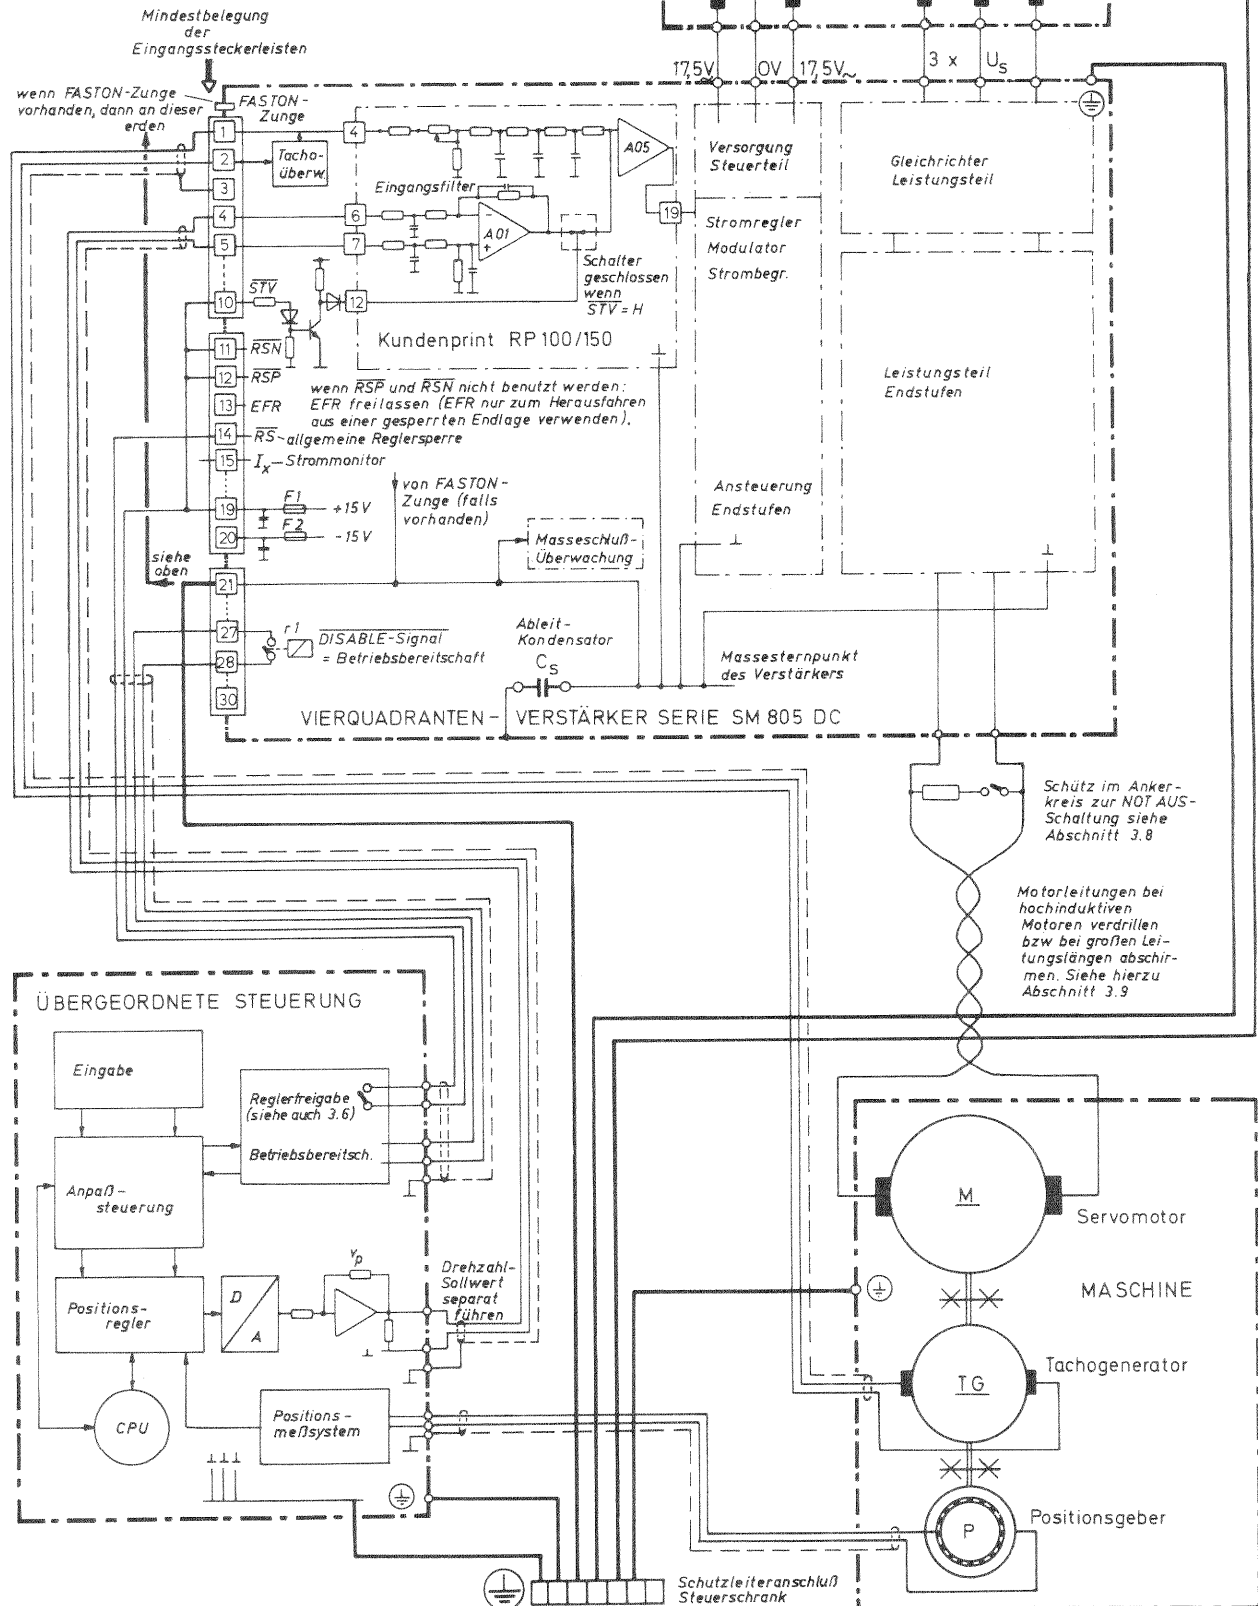

Bild 15 -Anschlußschaltbild-
- Verdrahtungsplan nach Bild 15 beachten
Die in allen getakteten Geräten (z.B. auch in den Netzteilen der NC-Versorgung) entstehenden Störspannungen müssen einwandfrei abgeleitet werden, um den linearen Betrieb des Drehzahlregelverstärkers sicherzustellen. Hierzu ist konsequent das Prinzip der sternförmigen Masseführung einzuhalten. Es ist im Übersichtsschaltbild für den Anschluß des Verstärkers, Bild 15, enthalten. Der Massesternpunkt ist hierbei der Schutzleiteranschlußpunkt des gesamten Steuerschranks.
Der Anschluß des Verstärkers ist nach Bild 15, Bild 8 und Tabelle 3 vorzunehmen. Die Starkstromanschlüsse befinden sich seitlich am Gerät.
Bei sehr hohen Motordrehzahlen und großen Trägheitsmomenten empfiehlt es sich, zusätzlich in den Motorstromkreis Schmelzsicherungen nach Bild 15 einzubauen, um den Ausgangskreis des Verstärkers zu schützen, da im Falle eines Motormasseschlusses bei hoher rückwirkender Energie die Freilaufdioden des Verstärkers gefährdet sind.
Sollwertanschluß: Der Drehzahl-Sollwert ist in einem separaten, zweiadrigen, geschirmten Kabel zu führen. Dies ist unbedingt zu beachten, auch wenn der Steuerungs-Hersteller aus "traditionellen" Gründen ein gemeinsames Kabel für Drehzahl-Sollwert und andere Steuersignale vorschlägt. Nur durch eine getrennte Leitungsführung (s.Bild 15) können Verkoppelungen zwischen Drehzahl-Sollwert und anderen Signalen vermieden werden.
Bei geerdetem Verstärker und geerdeter Steuerung darf zwischen den beiden Einheiten keine zusätzliche Masseverbindung bestehen. Eine zusätzliche Hilfsspannung (z.B. 24V) soll ebenfalls am Masse-Sternpunkt geerdet werden. Abschirmungen müssen nach Bild 15 angeschlossen werden.